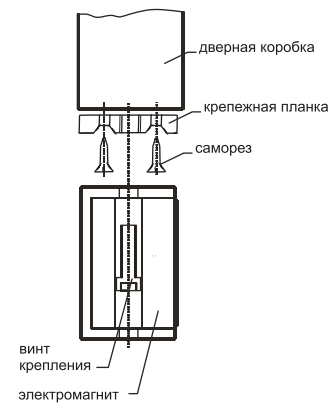

Рис. 2. Схема установки электромагнита M1-150, M1-200
1.2.2. Разметьте и просверлите в дверной коробке 4 отверстия. Прикрутите крепежную планку как показано на Рис. 2.